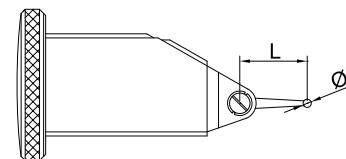

fig.6
3. cada tipo de indicador de teste de mostrador tem um comprimento específico de pontas (L, fig. 6). se o comprimento não estiver correto, haverá erro de medição. Consulte a tabela a seguir para escolher as pontas corretas.